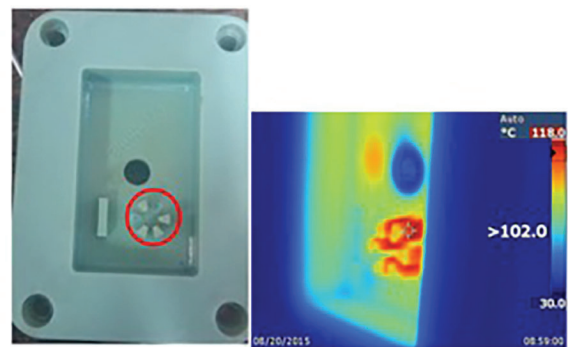

図4 2~6回でタワーが折れやすい
- タワーは熱抵抗が小さいため加熱されて軟化し、射出・押出時に破断しやすい(図4)。